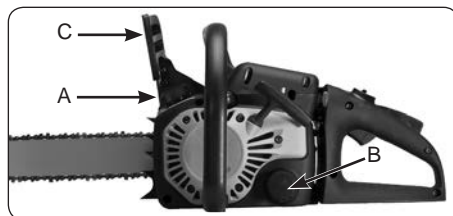

Fig. 8
1. Faites le plein du réservoir de carburant (A) avec le juste mélange carburant (Fig. 8).
2. Faites le plein du réservoir d'huile (B) avec le juste lubrifiant pour la chaîne et le guide-chaîne (Fig. 8).
3. Assurez-vous que le frein de chaîne (C) soit libéré avant de démarrer la tronçonneuse (Fig. 8).